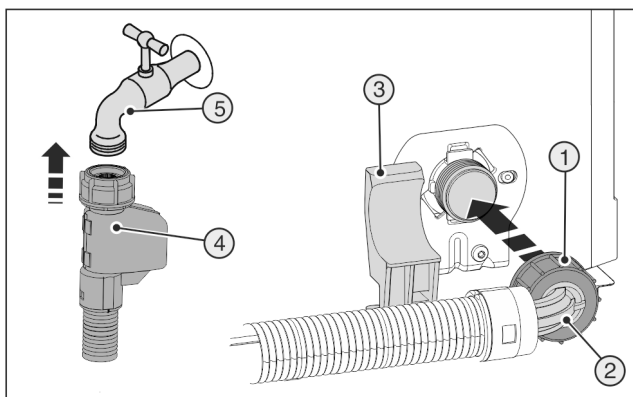

Fig. 22
- ▶ Koble rett slangeende Fig. 22 (4) til stengekranen Fig. 22 (5).